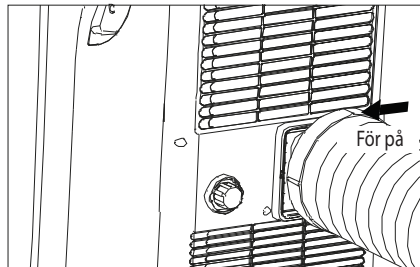

Fig. 7
4. Sätt fast fästet på enheten (Fig. 7).